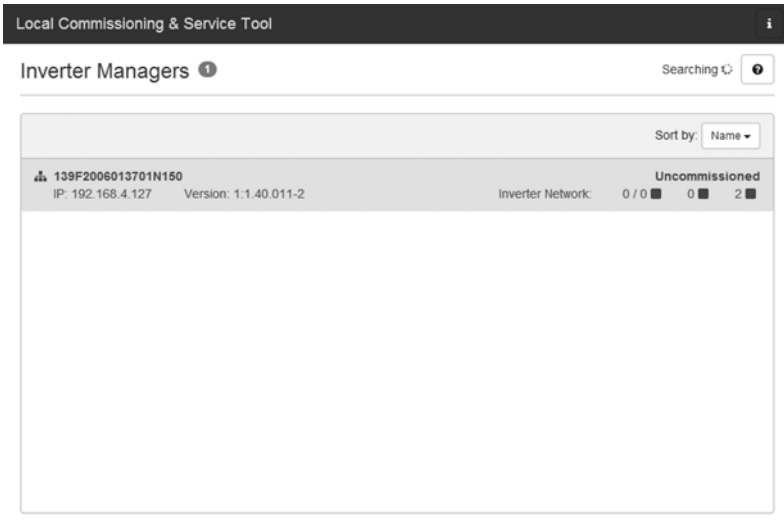

Imagen 5.2. LCS-Tool: pantalla inicial
2. La pantalla muestra ahora una lista de todos los Inverter Manager (consulte la imagen 5.2). Para iniciar el asistente, haga clic en el Inverter Manager que vaya a configurar. Tras seleccionar el Inverter Manager, se visualizan los inversores descubiertos por este. Los inversores que todavía no se han puesto en marcha (no cuentan con un código de red asignado) se presentan con un recuadro azul junto a su versión de software.